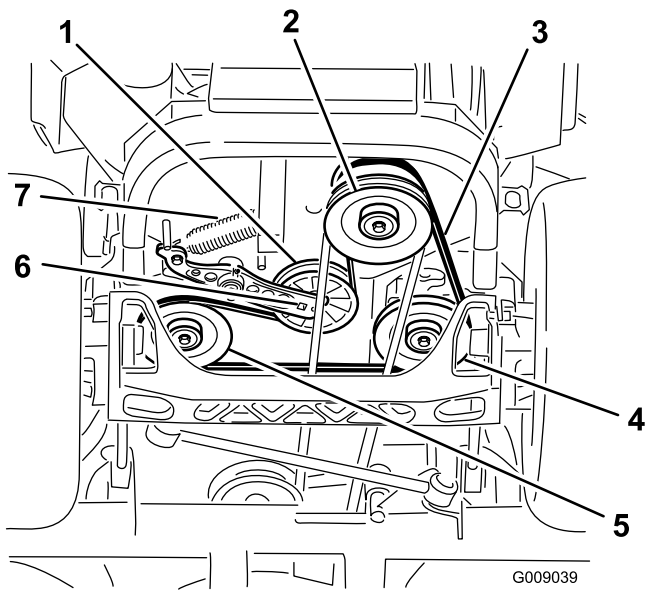

Figure 76
4. Soulevez la machine sur des chandelles (Figure 76).
5. Insérez un rochet dans le trou carré du bras de la poulie de tension pour déposer le ressort de la poulie de tension (Figure 76).
6. Décrochez le ressort de tension du bâti (Figure 76).
9. Insérez un rochet dans le trou carré du bras de la poulie de tension pour installer le ressort de la poulie de tension sur le châssis (Figure 76).